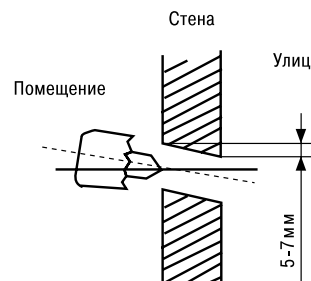

Рис. 4
- Определите расположение отверстия относительно монтажной пластины. Просверлите одно отверстие $\varnothing 65$ мм с небольшим уклоном вниз изнутри наружу (как показано на рис. 4).